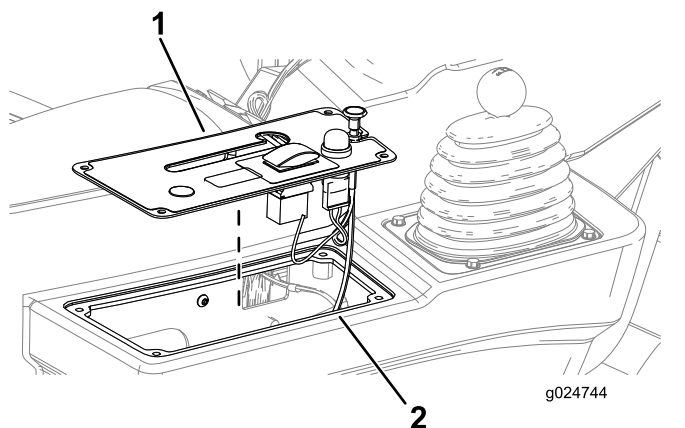

Bild 19
1. Fluchten Sie das Armaturenbrett mit dem seitlichen Bedienfeld aus (Bild 19).